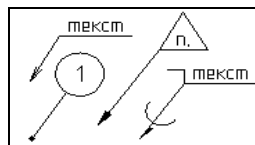

Рис. 43
**Надпись** - стандартный элемент оформления чертежа. Состоит из совокупности линий и текстовой информации. Надпись может быть привязана в абсолютных координатах, к узлу, к линии построения (рис. 43).